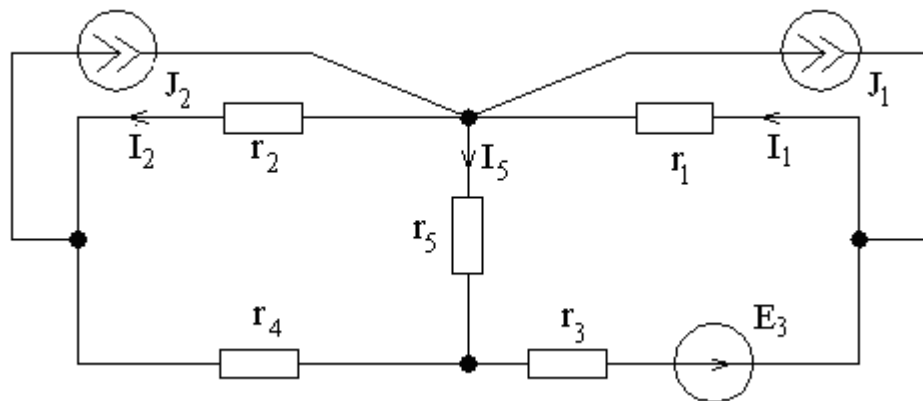

Рис. 55
27. Методом эквивалентного генератора найти ток в ветви с сопротивлением r_5 , если $J_1=10$ А, $J_2=25$ А, $E_3=50$ В, $r_1=8$ Ом, $r_2=2$ Ом, $r_3=4$ Ом, $r_4=6$ Ом, $r_5=1,8$ Ом (рис. 55).